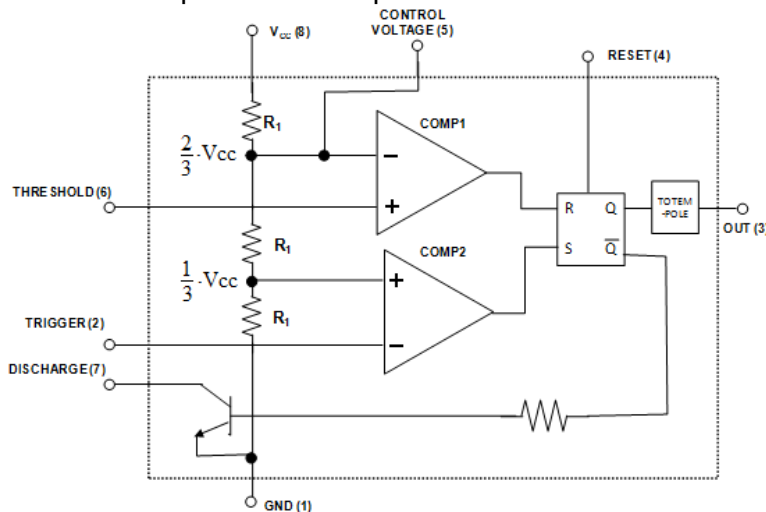

Figura 2
2. Realizando las conexiones necesarias en el esquema adjunto del 555, figura 2, diseñe un multivibrador monoestable que genere pulsos sincronizados con Vi3, deduzca la expresión de la duración del intervalo en el que salida está a nivel alto.